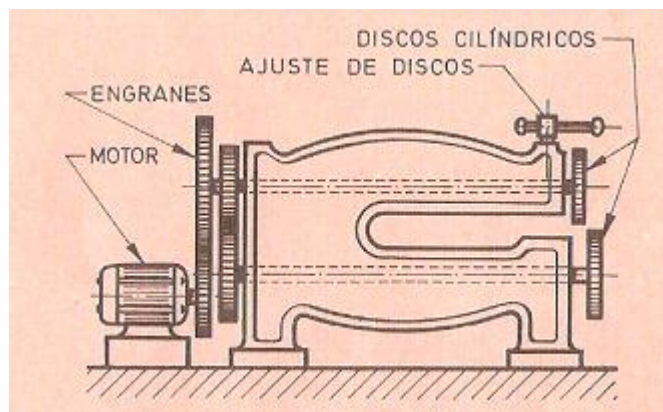
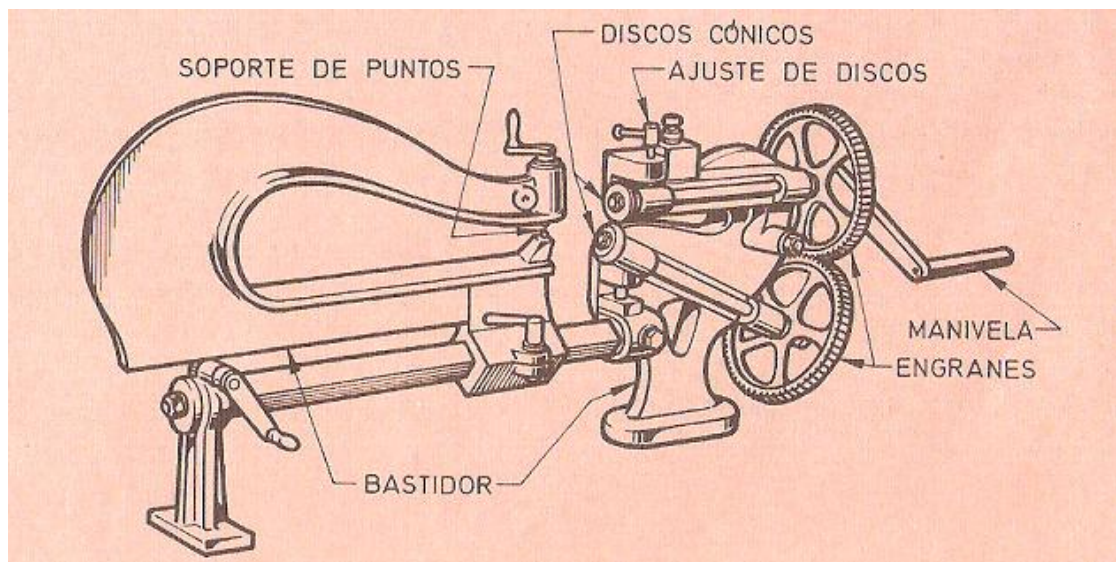
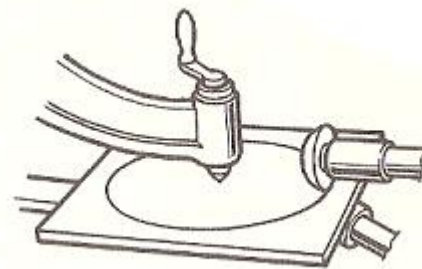

Fig.3
Fig.4
Fig.10
Se utilizan principalmente de dos modelos: *de discos giratorios* (fig.3) y *de discos cónicos* (fig.4), y esencialmente constan de las siguientes partes:
Mecanismo de accionamiento. Está constituido por un *motor* (fig.3) o una *manivela* (fig.4) y los *engranajes* que transmiten el giro a los discos por medio de *dos ejes*. Éstos, como se deduce de las figuras, pueden ser paralelos o formando un ángulo de unos 30°, variable para ajustar los discos.
- **Los cortes curvos circulares** (fig.10) se realizan con los discos cónicos. La chapa se registra por el centro del arco que se va a cortar en el *soporte de puntos* que lleva la máquina (fig.4), sobre el que gira mientras los discos la cortan. Dicho soporte es regulable según el radio de la curva que se pretende obtener.